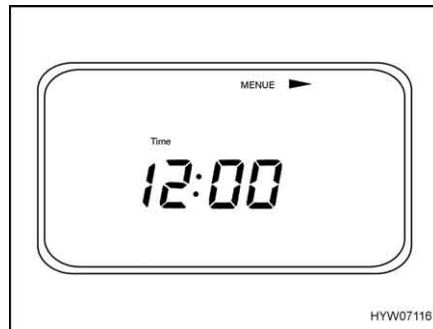

Fig. 133 Menu Impostazioni (pagina di menu 2)
- Premere il tasto "MENUE" (Fig. 128,3) per più di 3 secondi. Appare il menu Impostazioni (Fig. 133).